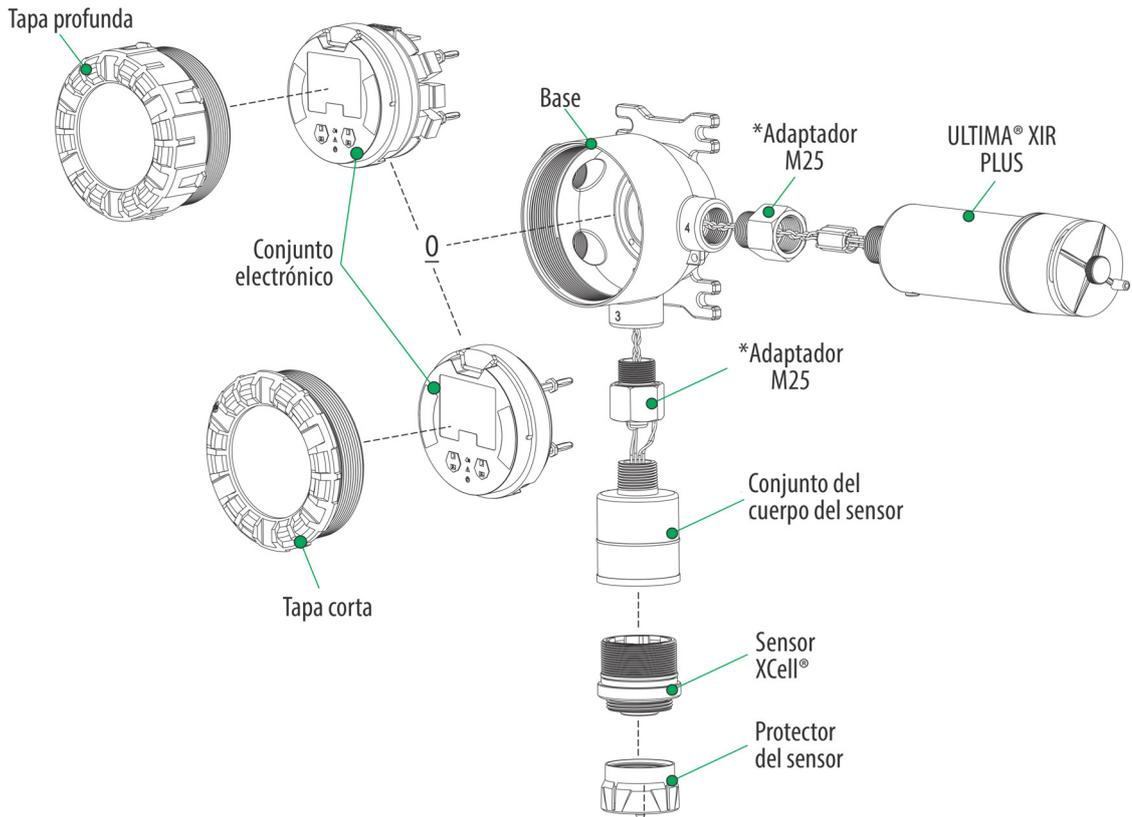

Fig. 3 Vista general de los componentes
- ▶ Consulte en el anexo al manual (n.º de ref. 10182779) la información de certificación y la información adicional sobre seguridad antes de la instalación y el funcionamiento.
- ▶ Respete las siguientes advertencias a la hora de desmontar o sustituir los sensores. Consulte en Fig. 3 una vista general de los componentes.